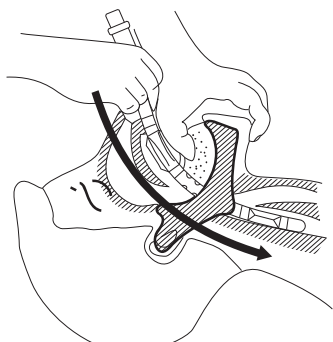

図3.挿入方法-2
- 湾曲した本品の内側を顎側に向けるようにして指先で軽く持ち、患者の口腔内にゆっくりと挿入する。口腔内の右壁面に本品先端を沿わせるように挿入すると、よりスムーズに挿入可能である。(図3)